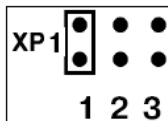

Рисунок 4.13
4.2.4 При необходимости изменения времени задержки срабатывания защиты по напряжению $T_{\text{выкл } U}$ установите на коммутаторе XP1 перемычку в положение «1» (см. рисунок 4.13).